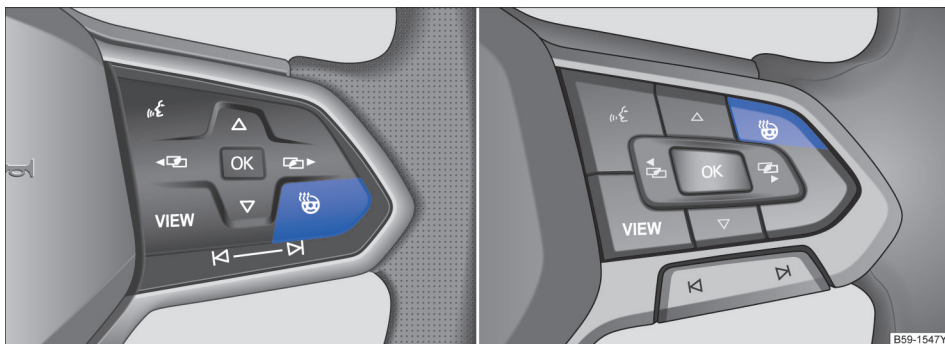

图 102 多功能方向盘上的：加热按钮
- 按压按键  → 图 102，即可打开或关闭方向盘加热功能。